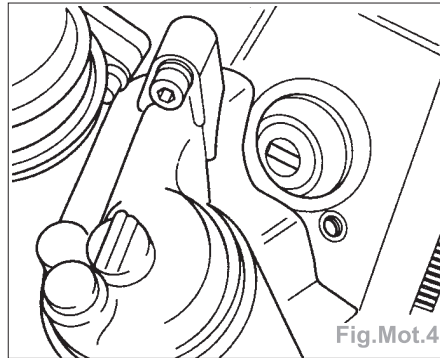

Fig.Mot.4
- Placer le tenon de fixation de l'arbre de pompe à huile parallèlement au vilebrequin (Fig.Mot.4).